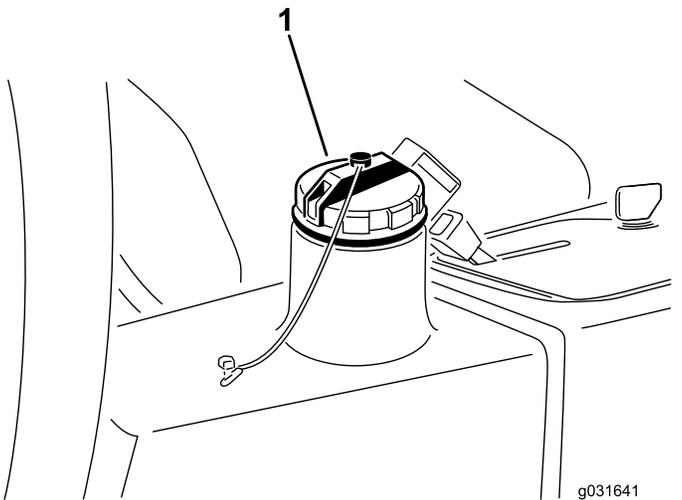

Figura 65
4. Encha o reservatório (**Figura 65**) com aproximadamente 13,2 litros de fluido hidráulico; consulte Especificações do fluido hidráulico (página 57) e Verificar o nível do fluido hidráulico (página 58).